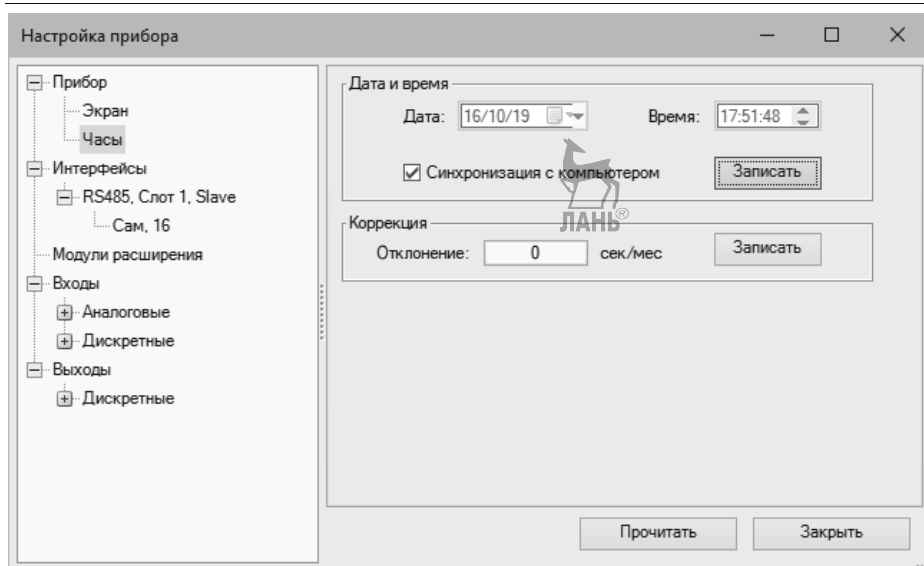

Рис. 9.68. Настройка часов
- Настроить часы. Для этого пройти по ссылкам *Прибор > Настройка прибора > Часы*. Появится окно, показанное на рис. 9.68.